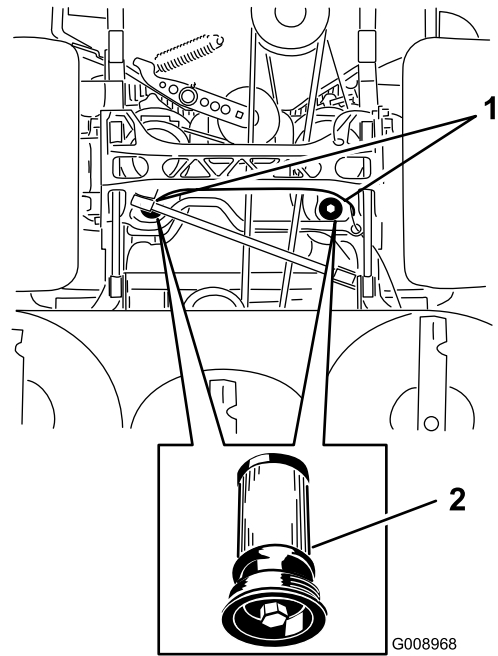

Figure 85
6. Appliquez une fine couche d'huile hydraulique sur le joint en caoutchouc du filtre de rechange (Figure 85).
5. Placez un bac de vidange sous le filtre, retirez le filtre usagé et essuyez la surface (Figure 85).